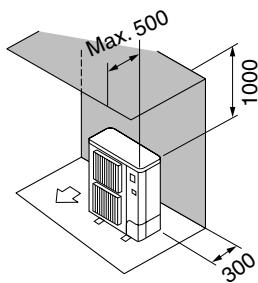

Fig. 2-3
② Enbart hinder på baksidan och ovansidan (Fig. 2-3)